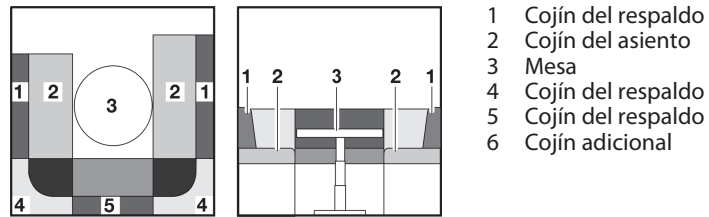

Fig. 69 Antes de la transformación
- Transformar la mesa (Fig. 69,3) en base de cama (véase apartado 7.8).